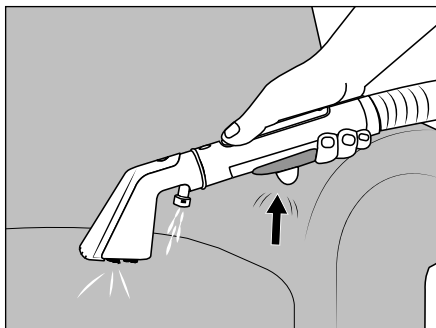

Fig. 6
(1) Sørg for ved brug af produktet, at sugearbningerne ②⑧/③① på polstermundstykket ②② eller fugemundstykket ②⑤ ikke blokeres af omkringliggende, løse genstande, trævler, hår og lignende. Det kan medføre, at polstermundstykket ②② eller fugemundstykket ②⑤, beskadiges og ikke længere fungerer korrekt. (2) Se efter, om der sidder en etiket på tæppet med særlige plejeanvisninger fra producenten før rengøring af polstre/tæpper. Produktet er ikke egnet til sarte tekstiler (f.eks. silke, læder, flokati osv.). (3) Før anvendelse af rengøringsmidler (eddikerens og polsterrens) skal resultatet af rengøringen altid testes på et sted, man ikke kan se, for at sikre farveægtheden. (4) Produktet skal være monteret korrekt før brug, og brugsvandsbeholderen ② skal være fyldt. (5) Sluk for produktet, før du skifter polstermundstykket ②② ud med fugemundstykket ②⑤ og omvendt. (6) Hvis beholderen til snavset vand ⑦ er fuld, lukker svømmeren ⑥ sugearbningen, og produktet kører med øget hastighed. Sluk øjeblikkeligt for produktet (se kapitlet **7.1. Rengøring af beholderen til snavset vand**).
- ◆ Klap håndtagene ⑬ op, og bær produktet til det sted, hvor du skal bruge det.
- ◆ Tag sprøjte-/sugeslangen ⑱ ud af slangeholderne ⑮/⑯.
- ◆ Sæt slangeholderen ⑮ ind i produktet.
- ◆ Hold fast i sprøjte-/sugeslangen ⑱ på hånddelen.
- ◆ Tryk på tænd-/sluk-knappen ⑨ for at tænde for produktet.
- ◆ Hold polstermundstykket ②② 2-3 cm over området, der skal rengøres, og tryk på sprøjteknappen ⑳ for at sprøjte vand/rengøringsopløsning ud af sprøjtemundstykket ②⑥ (se fig. 6).